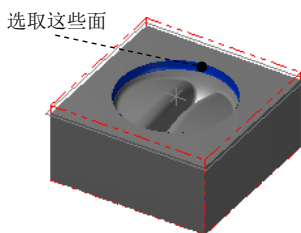

图 4.26 选取干涉面
Step2. 设置加工区域。在图形区中选取图 4.25 所示的曲面（共 32 个），然后按 Enter 键，系统弹出“刀具路径的曲面选取”对话框。单击**检测**区域中的 **✎** 按钮，在图形区中选取图 4.26 所示的曲面（共 4 个面），单击 **✓** 按钮完成干涉面的选取，系统返回至“刀具路径的曲面选取”对话框。单击 **✓** 按钮，系统弹出“曲面精加工环绕等距”对话框。